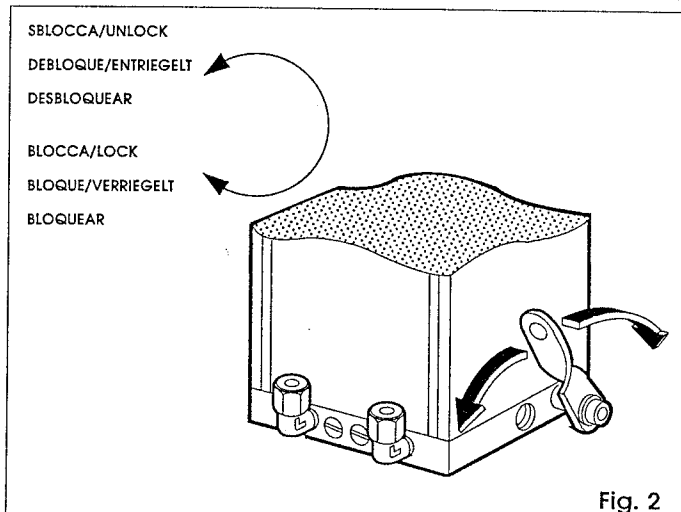

Fig. 2
- Ruotare manualmente in senso antiorario la leva di sblocco indicata in fig. 2.
- Ruotare manualmente in senso orario la leva di sblocco indicata in Fig. 2 fino a battuta meccanica.